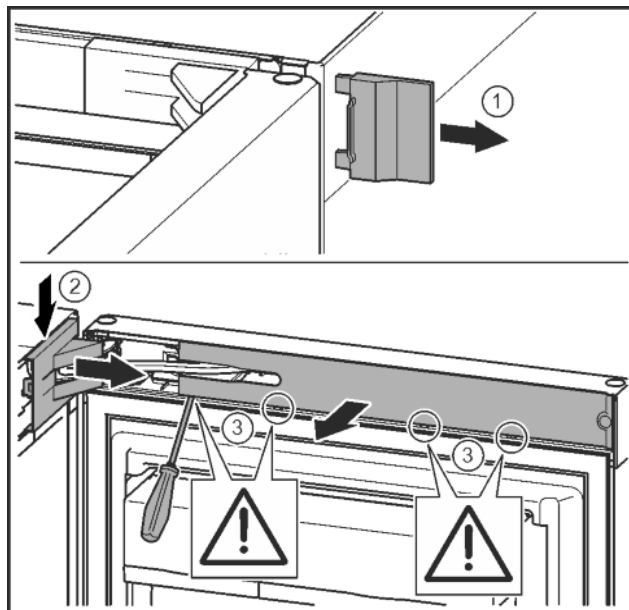

Fig. 7
- ▶ Sejměte vnější kryt. Fig. 7 (1)
- ▶ Šroubovákem odjistěte a uvolněte kryt stojanu ložiska. Sejměte kryt stojanu ložiska. Fig. 7 (2)
- ▶ Plochým šroubovákem odjistěte lištu a otočte ke straně. Fig. 7 (3)